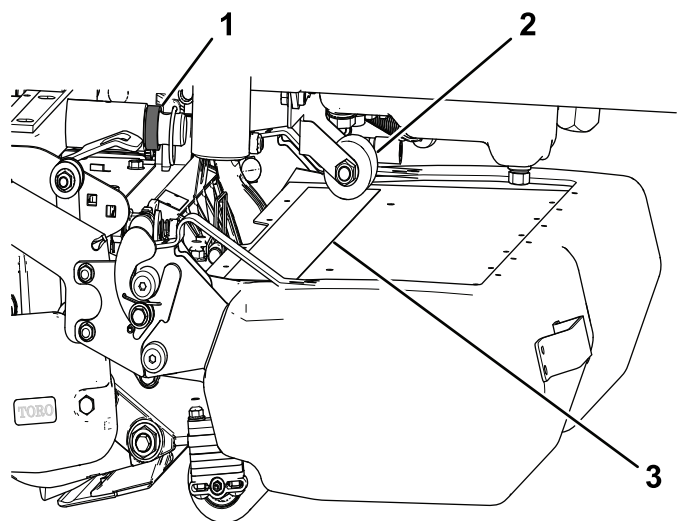

Figure 16
Lors du levage du plateau de coupe, la butée de galet doit être en contact permanent avec la bande d'usure du déflecteur supérieur du bac à herbe (Figure 16).
1. Lors du montage du plateau de coupe central arrière, vérifier que l'entretoise sur la goupille du bras de levage est bien installée derrière le bâti porteur du plateau, comme montré à la Figure 16.